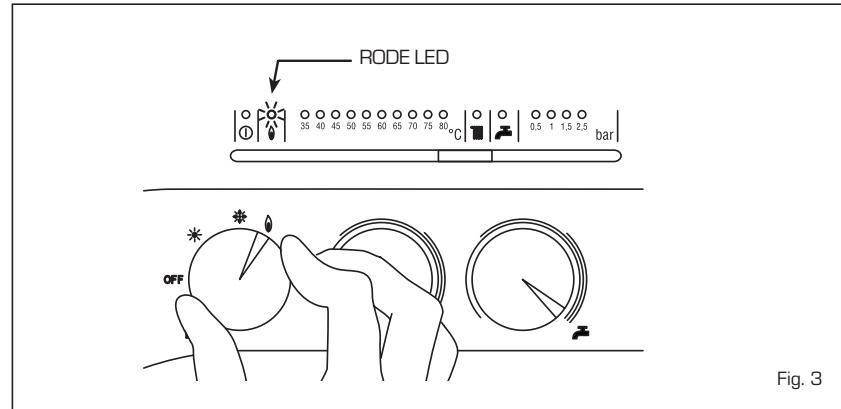

Fig. 3
- Blokkering van de ontsteking (fig. 3)